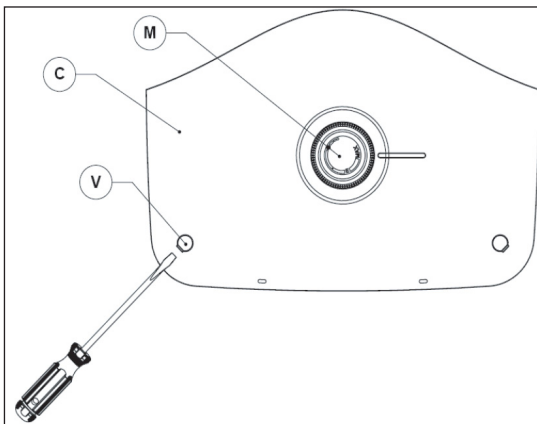

Figure 26 - Détail du thermostat et du capot du chauffe-eau
- Soulever la plaque de recouvrement de la molette ronde (Figure 26, M) à l'aide d'un petit tournevis à tête plate.
- Soulever les cache-vis (Figure 26, V) à l'aide d'un petit tournevis à tête plate.
- Il est maintenant possible de retirer le couvercle (Figure 26, C) en le tirant sur le bord gauche.